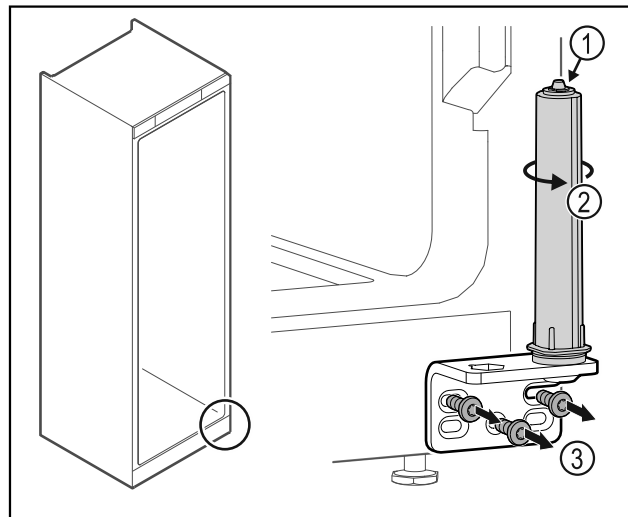

Fig. 39
▶ Türschließsystem nicht zerlegen Fig. 39 (1).
- ▶ Schließsystem Fig. 39 (2) drehen, bis es klickt .
- ▶ Scharnierwinkel Fig. 39 (3) abschrauben.